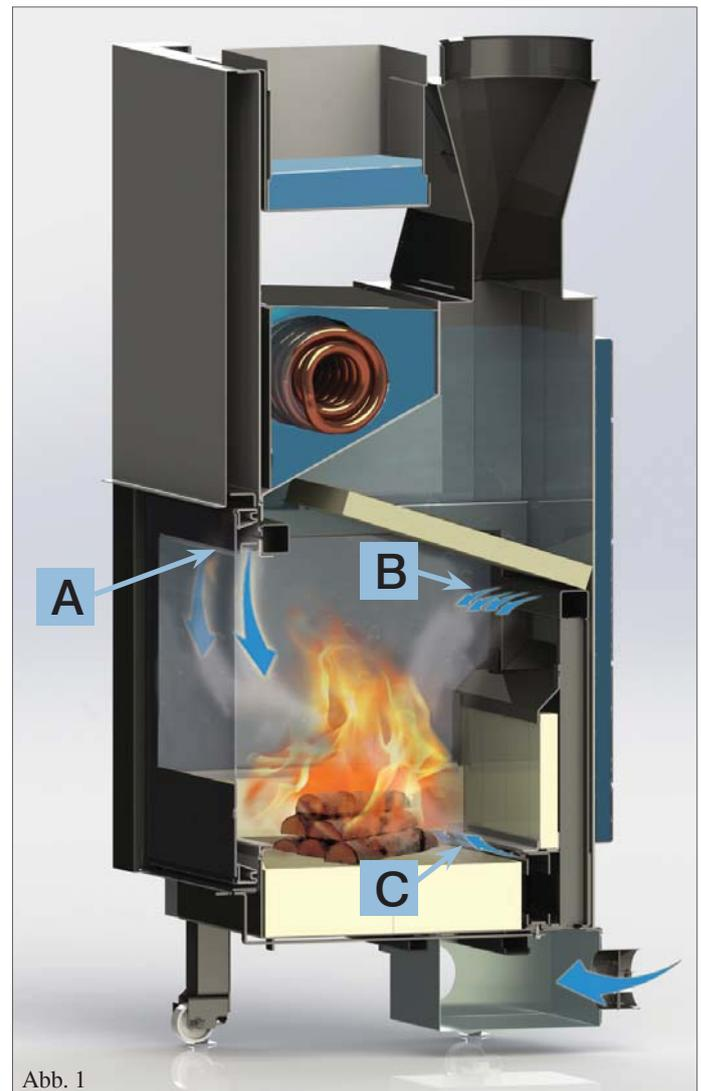
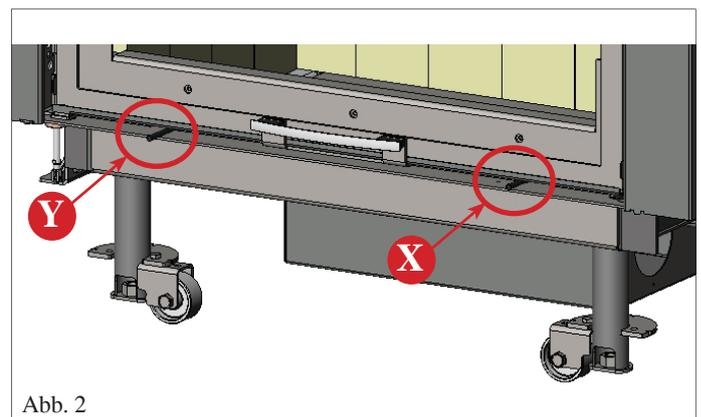

Abb. 1
Abb. 2
**Die primäre Verbrennungsluft (A) und die Luft zur Scheibenreinigung** wird von der Scheibenoberseite zugeführt, nachdem sie sich auf ihrem Weg erhitzt hat (Abb. 1); sie hält so die Scheibe sauber.
Die Luftmenge wird über einen Hebel links unter der Tür (Y - Abb. 2) geregelt und erhitzt sich beim Durchgang in den seitlichen Leitungen und oberhalb der Öffnung des Feuerraums.
**Die sekundäre Verbrennungsluft (B) oder die Luft zur Nachverbrennung** wird in den Feuerraum über die auf dem Boden des Feuerraums befindlichen Öffnungen eingeführt (Abb. 1). Die Luftmenge zur Nachverbrennung ist vorgeeicht. Die Luft wird über eine Leitung aus dem unteren Teil des Heizkamins entnommen und erwärmt sich beim Durchgang auf der Rückseite des Feuerraums durch die starke Erhitzung, der sie ausgesetzt ist; schließlich tritt sie aus Öffnungen unterschiedlichen Durchmessers auf den Boden aus.
**Die sogenannte „Turboluft“ (C)** wird am unteren Rand des Feuerraums eingeführt und trifft dort auf die Glutoberfläche (Abb. 1), wo sie das Anzünden des Heizkamins beschleunigt. Die Regulierung erfolgt durch Betätigung des Hebels rechts unter der Tür (X - Abb. 2)